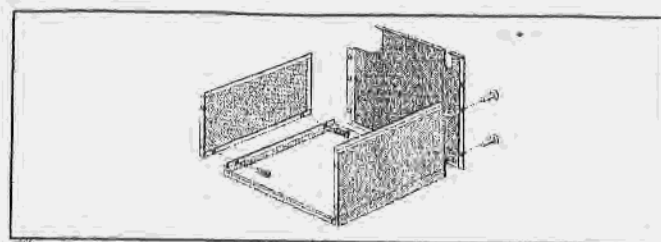

Fig. 21
- Poser le couvercle sur le sol, mettre les éléments gauche et droit en place et les fixer chacun avec 2 vis parker (fig. 21).
- Placer la paroi arrière contre les éléments latéraux et la fixer dans les arêtes de ces derniers à l'aide de 2 vis parker de chaque côté (fig. 21).